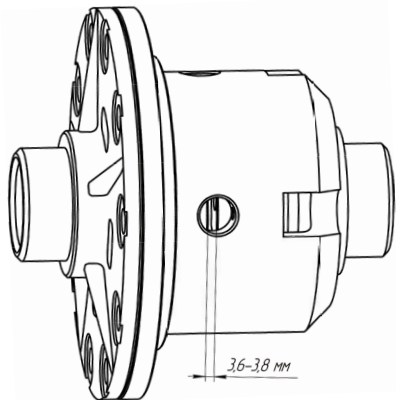

Рис. 2
5. Используя набор плоских щупов, через отверстия крестовины измерьте зазор как указано на Рис.2. Зазор между распорными муфтами, при установленной блокировке в собранный корпус дифференциала, должен составлять от 3,6 до 3,8 мм.